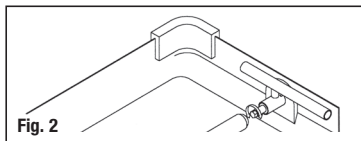

Fig. 2
- Remplacement de l'injecteur (Figure 2) :